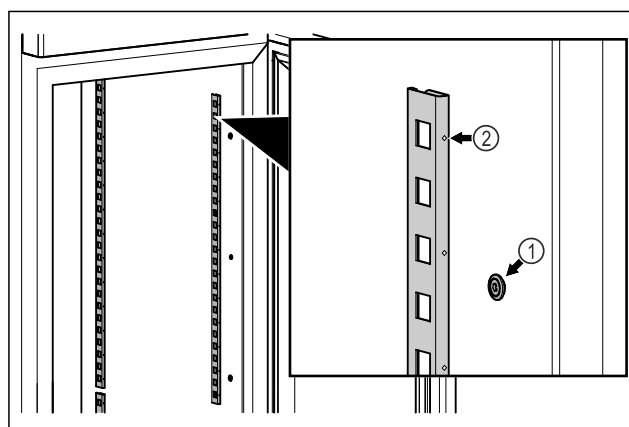

Fig. 48 Representación a modo de ejemplo
- Enganchar las tiras de retención en la suspensión Fig. 48 (1). La marca Fig. 48 (2) debe apuntar hacia delante.